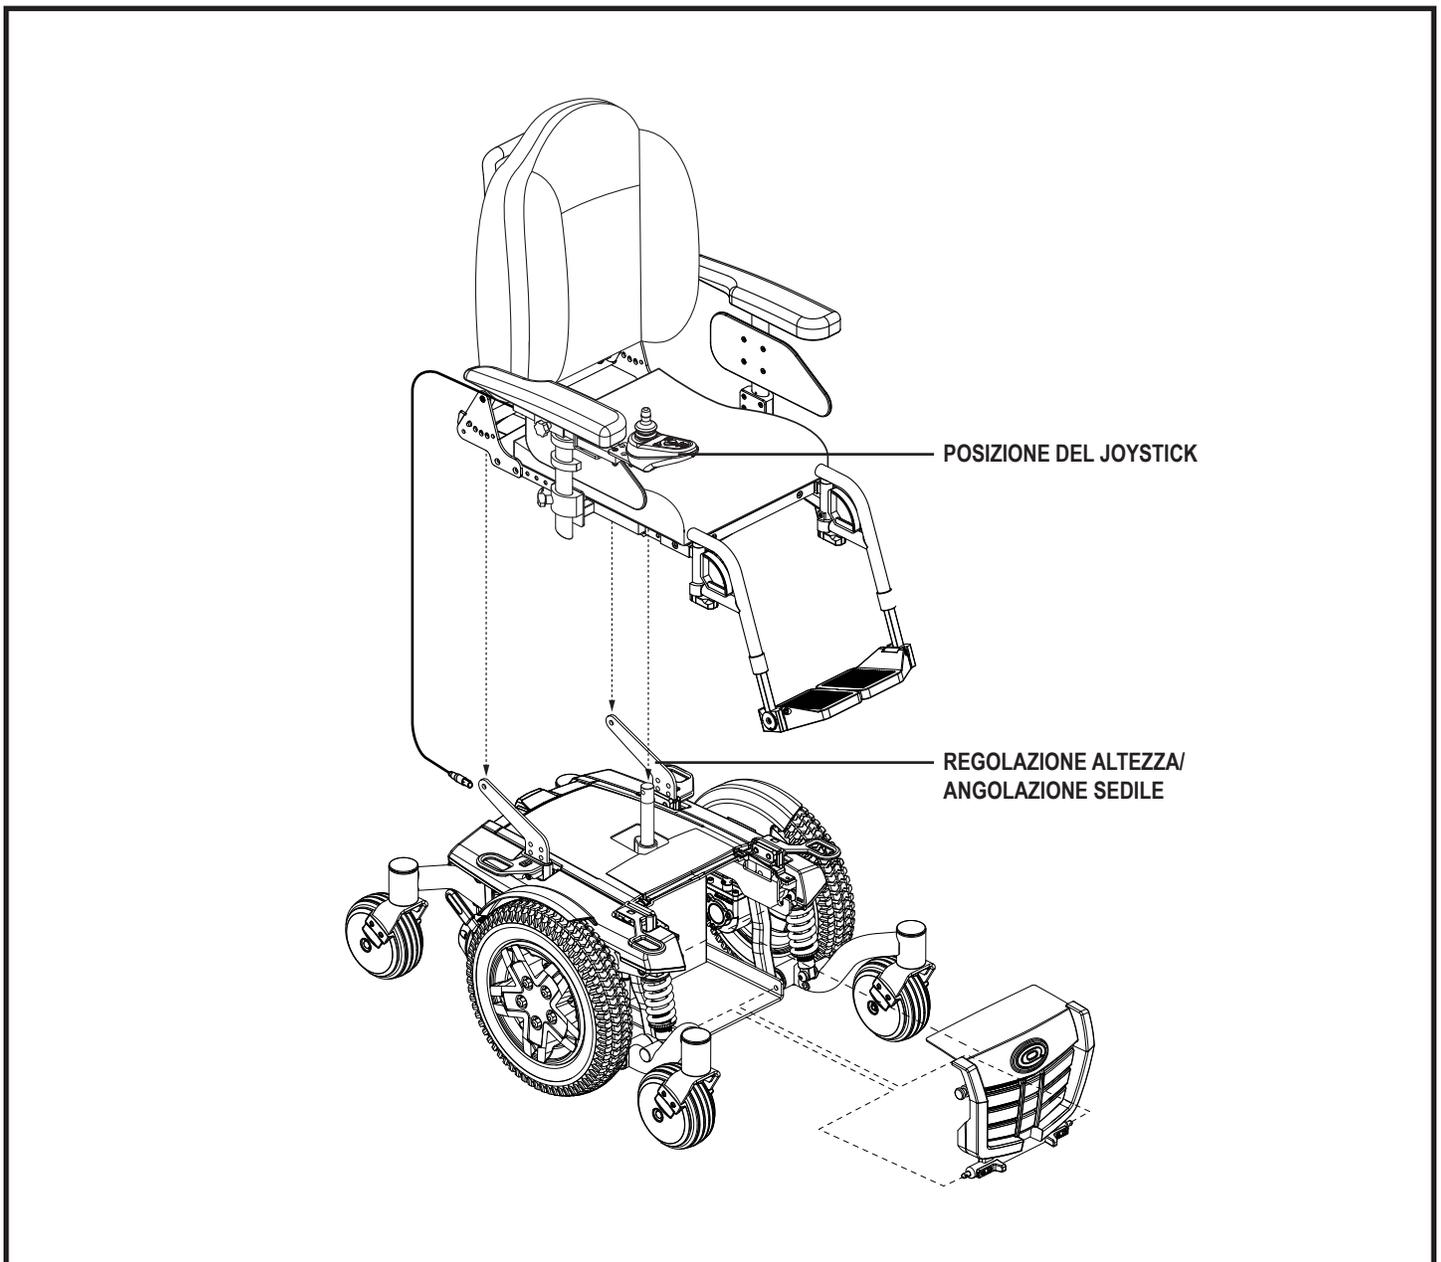

Figura 6. Visualizzazione del montaggio di Quantum Q4
Prima di utilizzare per la prima volta la Carrozzina, o dopo averla trasportata, è necessario effettuare il montaggio. Potrebbe anche essere necessario smontare alcune parti per eseguire regolazioni di comodità. Nella **figura 6** vengono descritte nei dettagli quelle parti di Quantum Q4 progettate per lo smontaggio e il montaggio da parte dell'utente finale o da parte di un assistente sanitario qualificato prima di utilizzare il prodotto o di eseguire le regolazioni di comodità.
3. Installare le centralina e dirigerne i cavi verso la parte posteriore della base di alimentazione. **Vedere la figura 6.**